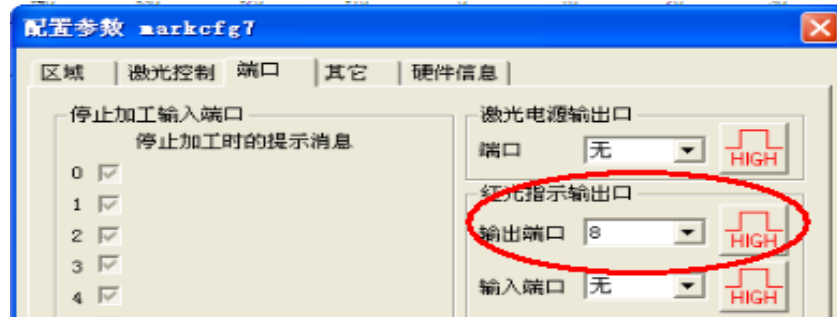

图 9 设置输出端口“8”
- 2) 点开“端口”对话框, 在“红光指示输出”区域选择输出端口“8”和高电平有效, 如图 9 :